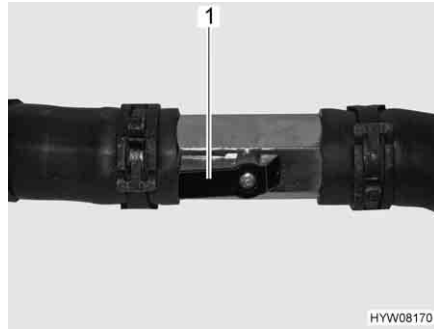

Fig. 198 Rubinetto aperto
- Posizionare la leva (Fig. 198,1) parallelamente alla tubazione (Fig. 198). Più il rubinetto viene aperto, maggiore è la prestazione del riscaldamento.